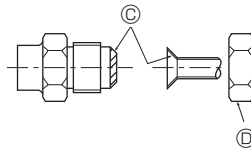

Fig. 4-1
### 4.2. Connecting pipes (Fig. 4-1)
④ (Fig. 4-1)
⑥ (Fig. 4-1)